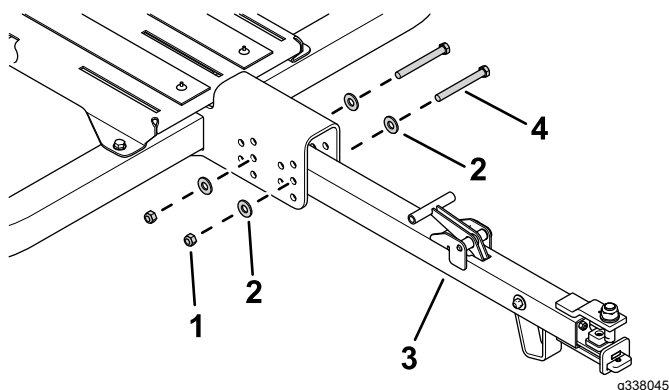

Figura 23
1. Utilizzate 2 bulloni (7/16\"), 4 rondelle e 2 dadi di bloccaggio per fissare il timone del rimorchio al telaio principale (Figura 23).